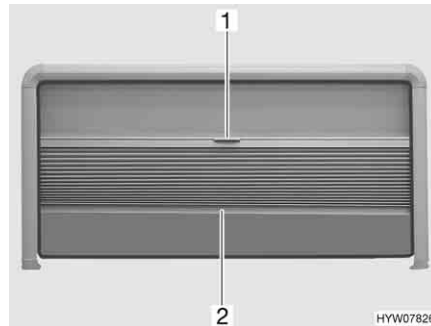

Fig. 60 Ventana abatible
- Coger el estor plegable por el centro de la tablilla final (Fig. 60,2) y tirar con cuidado hacia abajo.
- Sujetar la tablilla final (Fig. 60,2) del estor plegable por el centro y empujar el estor plegable cuidadosamente hacia arriba.
- Tirar hacia abajo la mosquitera enrollable (Fig. 60,1) mediante el tirador.
- Empujar completamente hacia arriba la mosquitera enrollable (Fig. 60,1) mediante el tirador.